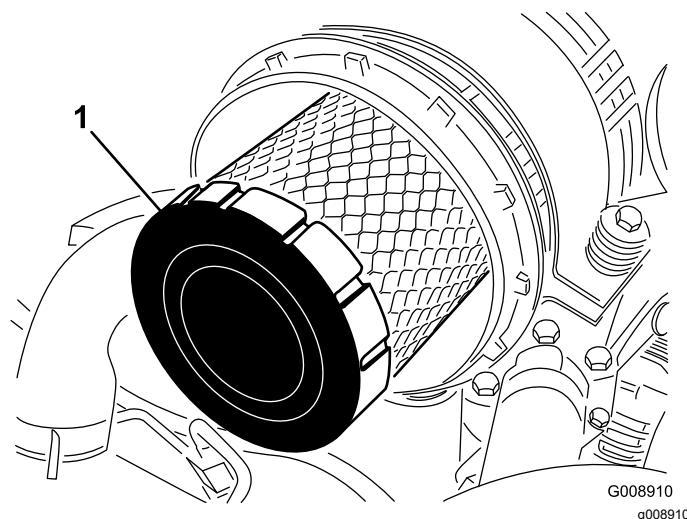

Figura 52
4. Retire e substitua o filtro primário (Figura 52).